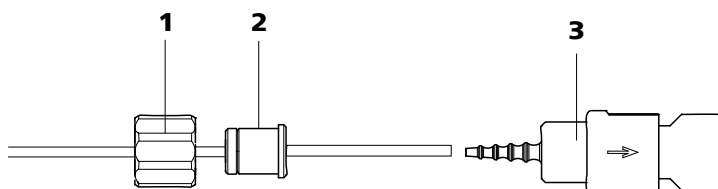

图 32 安装带过滤器的泵管接口
- **情况 A：带过滤器** 6.2744.180 （参见图 32，第 53 页）的泵管接口或